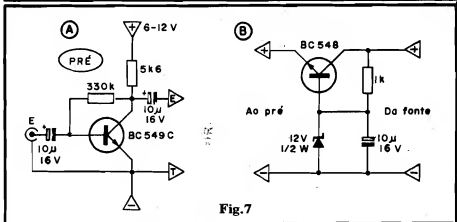

Fig. 7
- FIG. 7 - UM PRÉ-AMPLIFICADOR PARA O MODAMP - Em 7-A mostramos um arranjo simples e efetivo para a pré-amplificação de sinais de baixo nível (e impedância relativamente alta...) antes de serem entregues à Entrada do MODAMP... O mini-módulo aceitará bem a maioria das fontes de pequeno sinal, microfones, cápsulas, etc., com boa fidelidade e bom ganho... Observem que o circuitinho "pede" uma alimentação entre 6 e 12V. Dessa forma, se o MODAMP estiver sendo energizado sob essa faixa de Tensão, tudo se torna muito fácil: